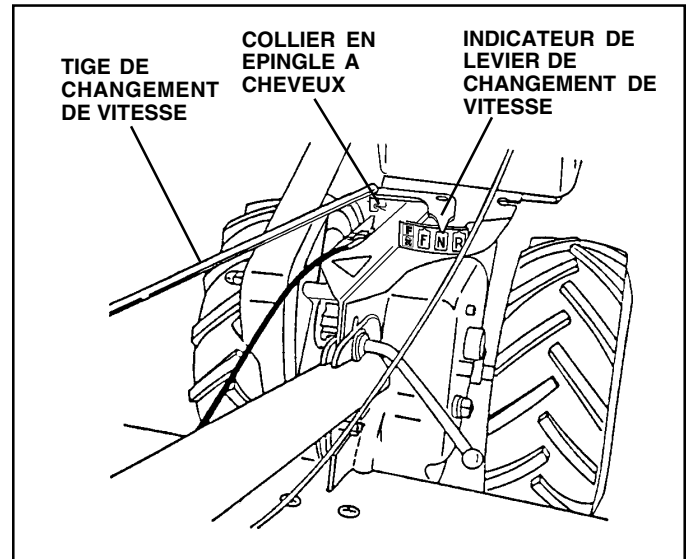

FIG. 7
RACCORDER LA TIGE DE CHANGEMENT DE VITESSE (Voyez la Fig. 7)
- Assurez que l'indicateur de levier de changement de vitesse est en position point mort ("N") (Voyez la Fig. 7).